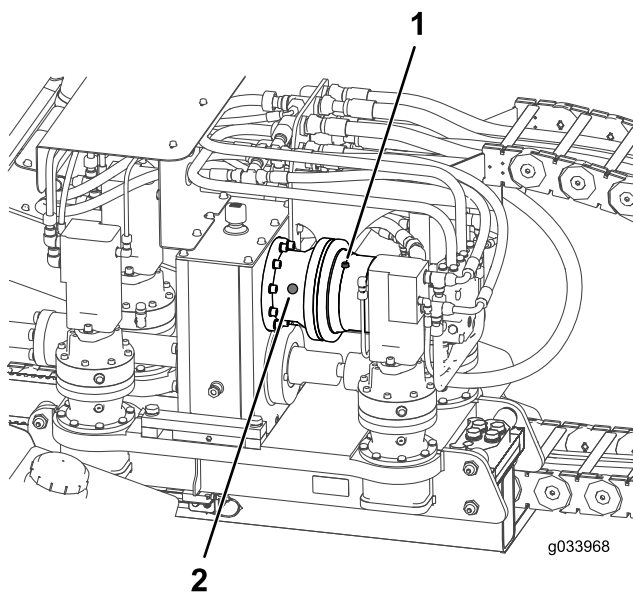

Figura 101
2. Compruebe el nivel del aceite de la mirilla de la transmisión planetaria del motor rotativo (Figura 101).
3. Si el nivel de aceite es bajo, retire el tapón de nivel de aceite (Figura 101).